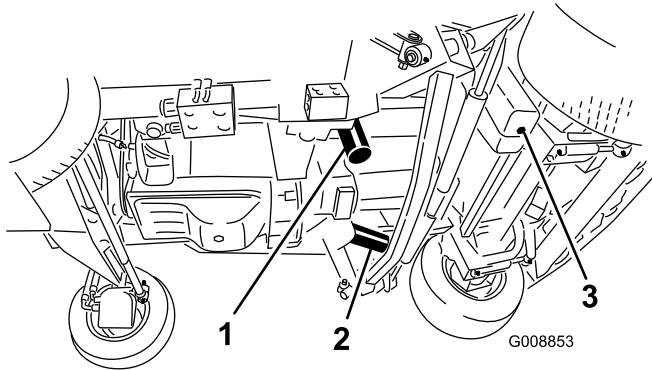

Figura 90
- Retire el tapón de vaciado (Figura 90) de la parte inferior del depósito y deje que se drene el aceite hidráulico al recipiente. Coloque el tapón de vaciado cuando el aceite hidráulico se haya drenado.
- Limpie alrededor de la zona de montaje de los filtros. Coloque un recipiente debajo del filtro y retire el filtro (Figura 90).